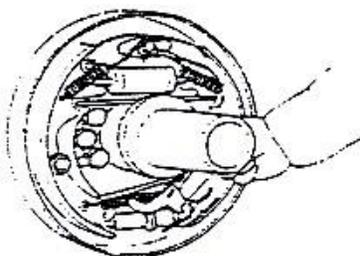

Рисунок 2-23
- (1) Проверьте поверхность тормозного цилиндра и внешнюю поверхность поршня на наличие ржавчины. Затем измерьте зазор между поршнем и тормозным цилиндром. Стандартный зазор: 0,03–0,10мм, максимальный зазор: 0,15 мм
- (2) Проверьте манжету поршня на повреждения и деформацию, замените в случае неисправности.
- (3) Измерьте свободную длину пружины тормозного цилиндра, замените при превышении стандартного значения.
- (4) Измерьте толщину фрикционных накладок тормозных колодок. Замените накладки, если износ превышает допустимый предел. См. рисунок 2-23. Стандартная толщина: 8,0 мм; минимально допустимая толщина: 2,0 мм.